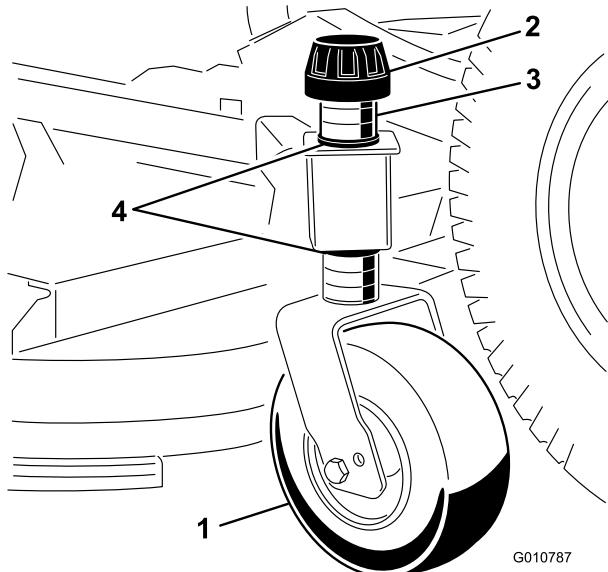

Figura 9
- 1. Rimuovete il cappuccio di tensione che fissa la ruota limitatrice alle staffe dell'apparato di taglio (Figura 9).